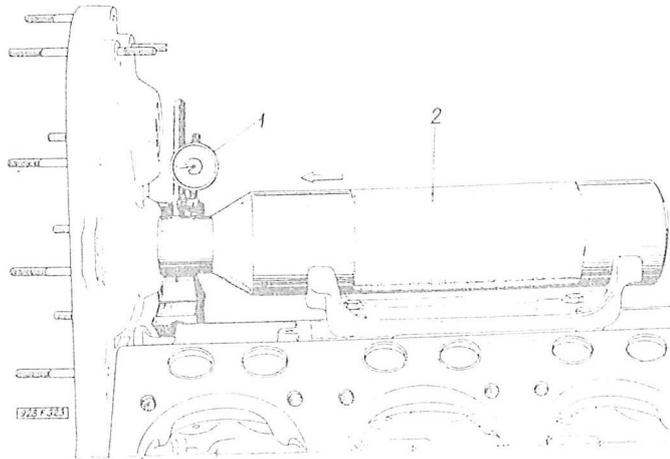

Abb. 03-71 Einstellung des Auflagers für die Einspritzpumpe - Messung der senkrechten Abweichung bei eingeschobenem Zustand der Vorrichtung
a) An das Kurbelgehäuse mit angebautem rückwärtigen Deckel - das Auflager für die Einspritzpumpe lose anziehen und mit der Vorrichtung MPT-0007 und der Messuhr (Indikator), die mittels magnetischer Halterung befestigt ist, die Lagerung mit der Genauigkeit $\pm 0,05$ mm einstellen. Die Lage der Vorrichtung MPT-0007 muss in senkrechter und waagerechter Ebene kontrolliert werden und dies bei eingeschobenem und ausgeschobenem Zustand aus der Bohrung $\varnothing 56$ H8 ($\begin{matrix} + 0,046 \\ 0,000 \end{matrix}$) im Steuerungsgehäuse (siehe Abb. 03-71 und 03-72).